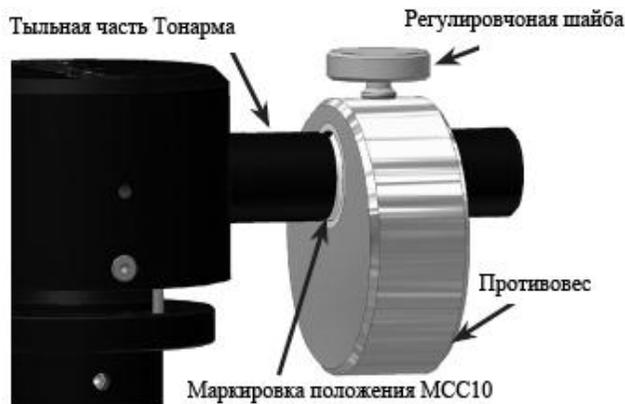

Рис.13
9. Определите точку противовеса тонарма. Освободите шайбу с накаткой. Разместите Противовес на тонарме таким образом, чтобы лицевая часть противовеса была на одном уровне с положением картриджа MCC10. Смотрите рисунок 13. Затем затяните шайбу для сохранения положения Противовеса.
Используя динамометр, настройте положение противовеса MT10, отрегулируйте положение противовеса тонарма для настройки прижимной силы давления приблизительно до половины рекомендуемого производителем диапазона. Смотрите рисунок 13 на странице 9.